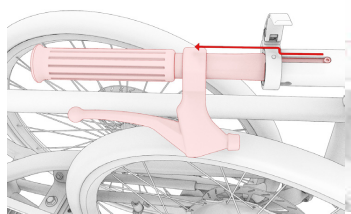

Fig. 2.11
- ⑨ Tire de los dos extremos del manillar para sacarlos del tubo principal (Fig. 2.11 + 2.12). A continuación, cierre las liberaciones rápidas para evitar que se dañen durante el transporte. Cierre siempre las liberaciones rápidas (aunque los extremos del manillar no estén conectados) para evitar que se suelten.